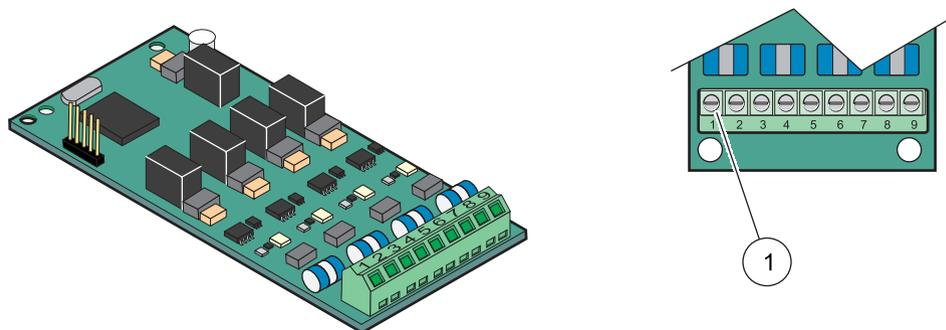

Figure 23 Connexions du câble de la carte de sortie (YAB019)
4. Alimenter le câble à l'aide de la base du module et correctement préparer et insérer chaque câble dans la borne du câble selon Figure 23 et Tableau 6. Tirer doucement après chaque insertion pour se rassurer que la connexion est établie.